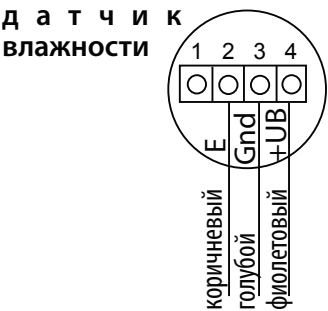

Рис. 12
- 2. Схема подключений контактов в датчике дана на Рис.12.